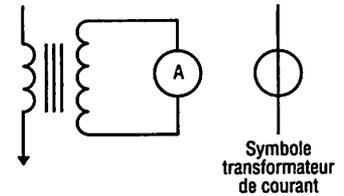

Fig. 22 : Montage et symbole.
- d'adapter le courant aux calibres des appareils de mesure (fig. 22) ;